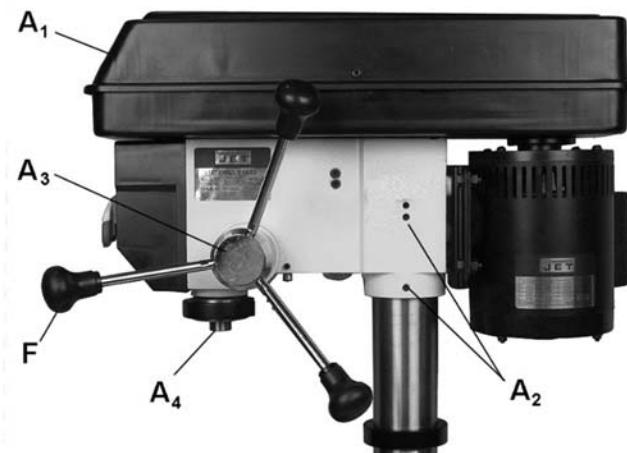

Рис. 7
1. Воспользовавшись помощью, осторожно наденьте сверлильную бабку на колонну (Рис. 7).
3. Плотно затяните два установочных винта (A2, Рис. 7) с помощью 5 мм гаечного ключа.
См. Рис. 7 и 8:
Установите оставшуюся рукоятку (F, Рис. 7) на регулятор частоты вращения с противоположной стороны сверлильной бабки.
1. Отрегулируйте положение стола так, чтобы он располагался примерно на 180 мм ниже шпинделья (A4, Рис. 7) и зафиксируйте его.